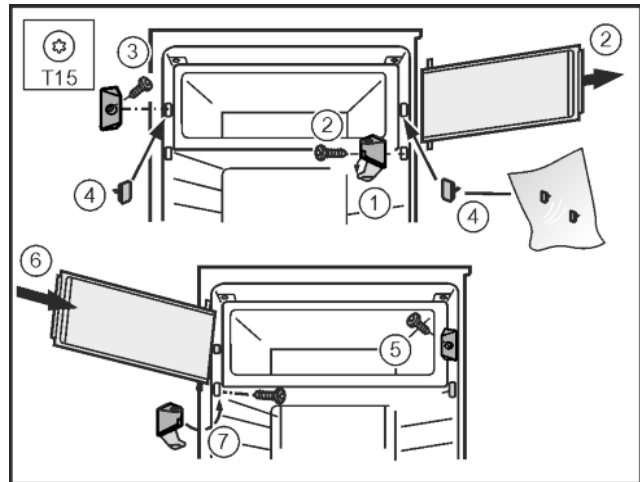

Fig. 13
- ▶ Abdeckung am Lagerbock wegklappen. Fig. 13 (1)
- ▶ Gefrierfachtür abnehmen: Lagerbock mit Schraubendreher T15 abschrauben. Fig. 13 (2)
- ▶ Verschlussstück mit Schraubendreher T15 abschrauben. Fig. 13 (3)
- ▶ Die freigewordenen Löcher mit beiliegenden Stopfen verschließen. Fig. 13 (4)
- ▶ Verschlussstück mit Schraubendreher T15 montieren. Fig. 13 (5)
- ▶ Gefrierfachtür oben einsetzen. Fig. 13 (6)
- ▶ Lagerbock montieren und Abdeckung zuklappen. Fig. 13 (7)